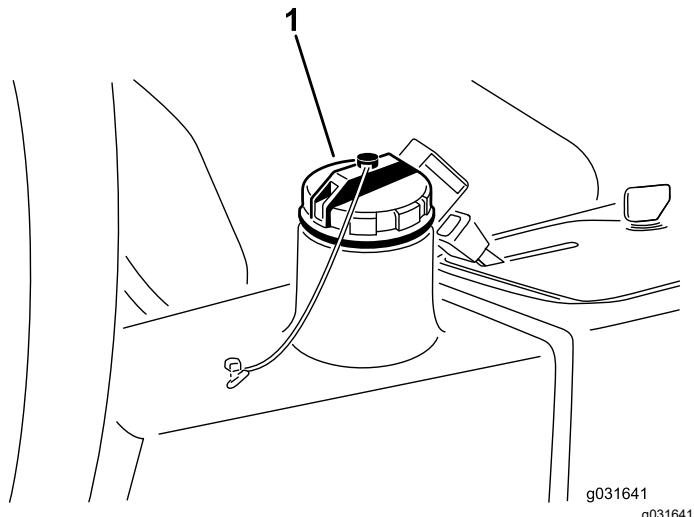

Figura 61
2. Limpe a zona em redor do tubo de enchimento e da tampa do depósito hidráulico (Figura 61).
3. Retire a tampa do reservatório hidráulico (Figura 61).